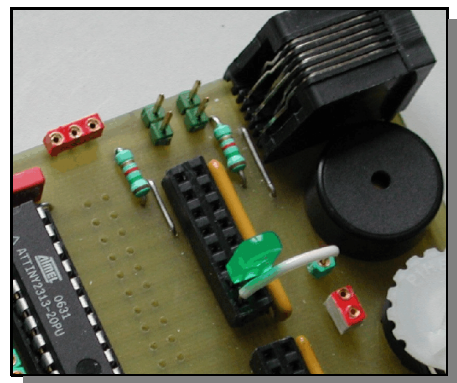

Abbildung 2
- 3.1 Verbinden Sie den Ausgang PortB.0 mit dem Beeper (vgl. Abb. 2). Laden Sie das Programm aus Aufgabe 1.7 auf den Attiny. Sie werden ein periodisches Knacken vernehmen. Beachten Sie auch die Information auf der nächsten Seite!